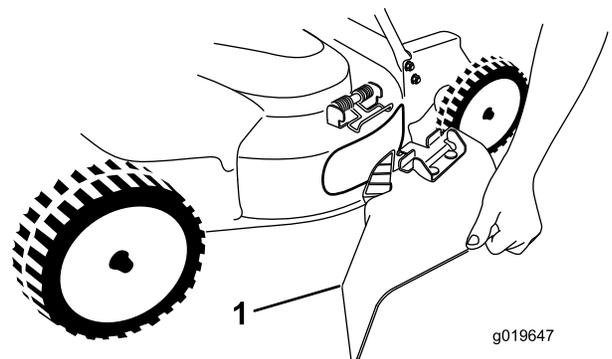

Figura 27
5. Instale a calha de descarga lateral (Figura 27) empurrando a mola para cima, colocando a calha sobre a abertura e descendo a mola sobre as patilhas na parte superior da calha de descarga.